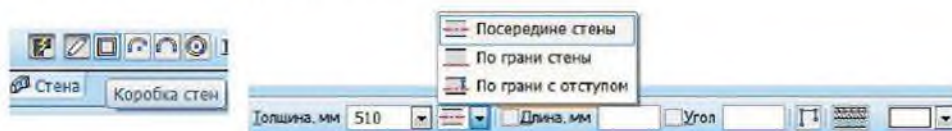

Рисунок 13.8 Задание параметров внешних стен
2. В *Панели свойств* выберите способ построения стены *Коробка стен*. Задайте способ привязки – *Посередине стены*. Задайте толщину 510 мм (рисунок 13.8).